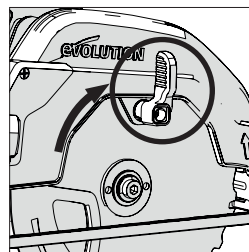

Fig. 5
- Gire la protección inferior de la hoja hacia dentro de la protección superior de la hoja usando la palanca de pulgar manual. (Fig. 5)